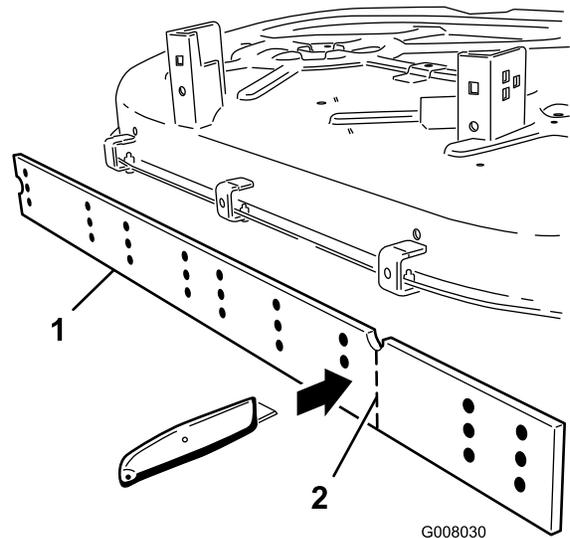

Figure 3
- Au moyen d'un outil adéquat (cisailles à tôle ou lame escamotable), coupez le racloir au niveau de l'encoche, comme indiqué ci-dessous. Soyez prudent quand vous découpez le matériau car il est très résistant (Figure 3).